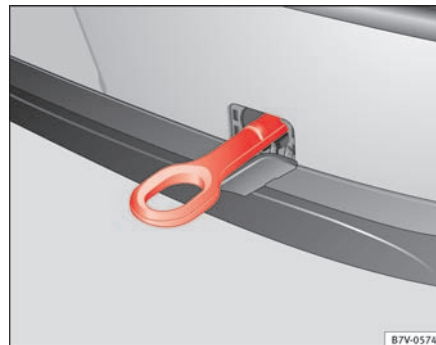

Fig. 216 I den bageste stødfanger i højre side: monteret slæbebøjle
Holderen til slæbebøjlet, som kan skrues i, er placeret bagest til højre i stødfangeren ⇒ Fig. 216. I biler med fabriksmonteret anhængertræk er der **ikke** placeret en holder til slæbebøjlet, der kan skrues i, bag afdækningen. Monter og anvend kuglehovedet i forbindelse med bugsering ⇒ Side 228, ⇒ ④.